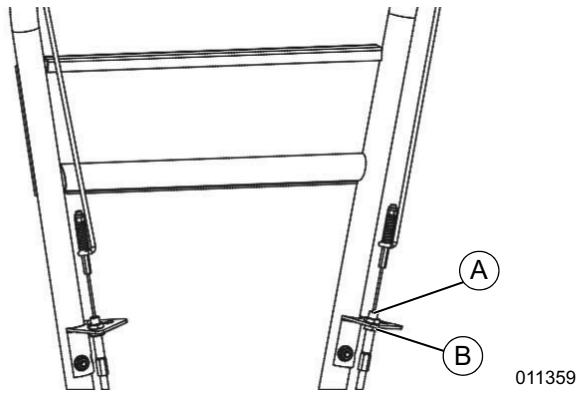

Figura 3-1. Ubicaciones de la contratuerca
1. Consulte la **Figura 3-1**. Afloje la contratuerca superior (A). Suba la contratuerca hacia el cable en incrementos de 3.2 mm (1/8 pulg.).